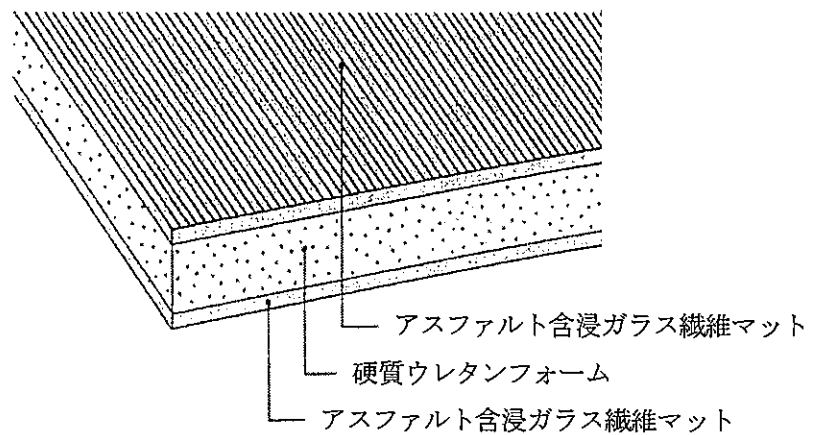

図3 硬質ウレタンフォーム保温板の断面構成
断熱材	<p>以下の硬質ウレタンフォーム保温板を3枚以下の重ね張り</p> <p>硬質ウレタンフォーム保温板： 厚さ 20.0 (-2.0) ~ 75.0 (+2.0) mm 質量 1000 (-100) ~ 3400 (+100) g/m² (1層当り) アスファルト含浸ガラス繊維マット：厚さ 0.20mm、質量 150 (±10) g/m² (片面当り) ガラス繊維マット：質量 100 (±5) g/m² (アクリル系バインダー15質量%含む) アスファルト：質量 50 (±5) g/m²</p> <p>硬質ウレタンフォーム： 厚さ 20.0 (-1.0) ~ 75.0 (+1.0) mm、密度 40 (±5) kg/m³ ポリオール：イソシアネート=40 (±5) : 60 (±5) 発泡剤：炭化水素系発泡剤 酸素指数 21.3 以上</p> <p>・硬質ウレタンフォーム保温板の断面構成を図3に示す。</p> <p>硬質ウレタンフォーム保温板相互及び下面の接着は以下(1)、(2)のいずれか一仕様とする。</p> <p>(1) 改質アスファルト：固形量 500~1500g/m² (1層当り) (2) 防水工事用アスファルト：固形量 500~1500g/m² (1層当り) (引火点 280~350℃ (JIS K 2207 による))</p>